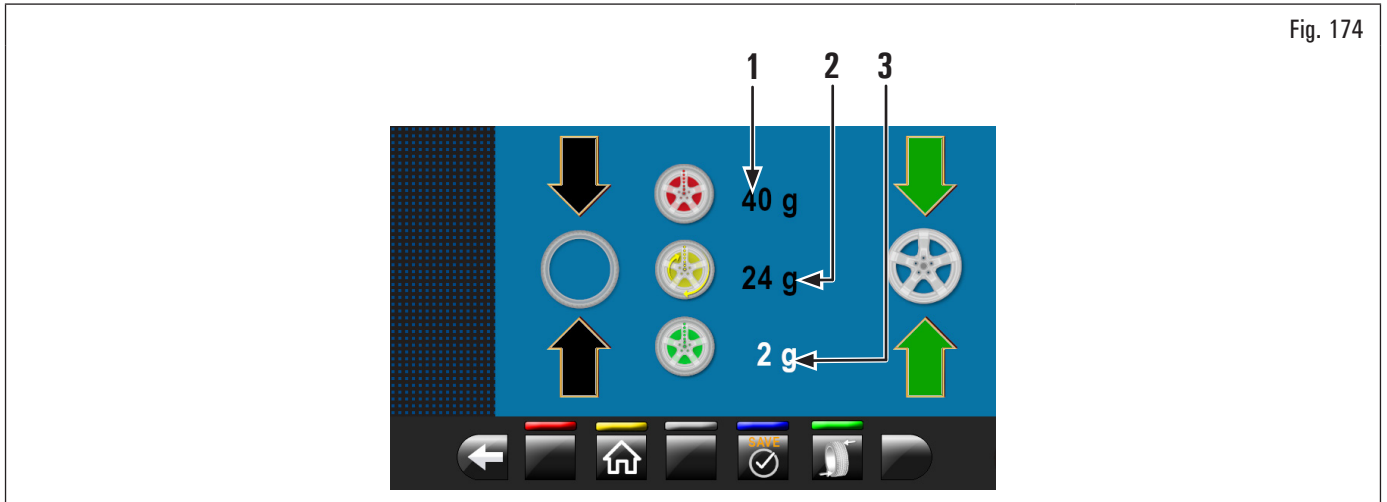

Fig. 174
En esta pantalla se visualiza el desequilibrio estático que la rueda tenía antes de ejecutar la operación (Fig. 174 ref. 1), el desequilibrio estático después de haber girado el neumático de 180° respecto a la llanta (Fig. 174 ref. 2) y el desequilibrio que se obtiene siguiendo las indicaciones del equipo (Fig. 174 ref. 3)